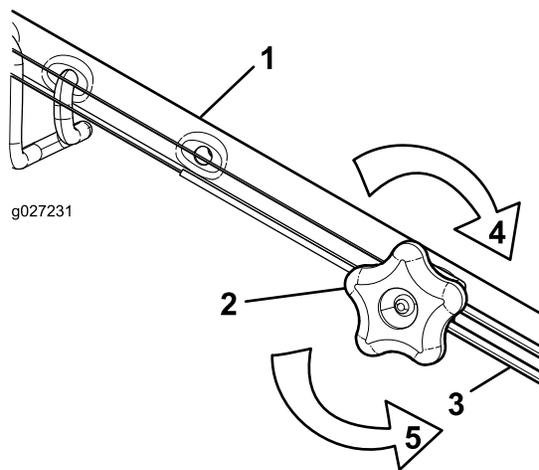

Рисунок 34
1. Поверните ручку регулировки против часовой стрелки, чтобы ослабить натяжку троса (Рисунок 34).
- Отрегулируйте натяжение троса (Рисунок 34), потянув его назад или вперед, затем удерживайте в этом положении.